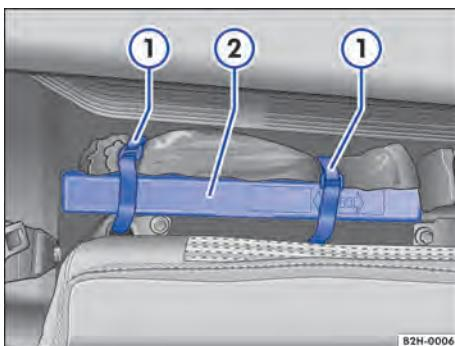

Fig. 45 Atrás do encosto direito do banco traseiro: triângulo de segurança②.
— Soltar os fechos de velcro → Fig. 45 ① e retirar o triângulo de segurança②.